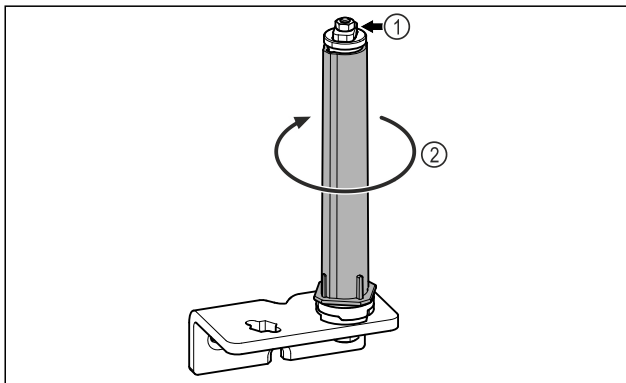

Fig. 29
- ▶ 请勿拆解关门系统 Fig. 29 (1)。
- ▶ 转动关门系统 Fig. 29 (2)，直至听到咔嚓声。